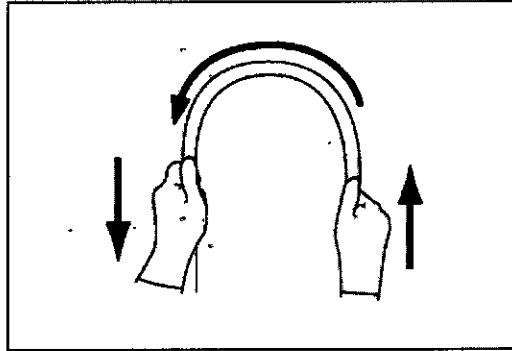

Figura 3.3
5. Doble el tubo de inserción del endoscopio con ambas manos hasta formar un semicírculo. Mueva las manos según se indica mediante las flechas y asegúrese de que pueda doblarse el tubo de inserción entero hasta formar un semicírculo fácilmente y que el tubo de inserción sea flexible (véase la figura 3.3). Al inspeccionar endoscopios con ajuste de la flexibilidad realice la prueba con el tubo de inserción tanto en su estado más flexible como en su estado más rígido (sólo para endoscopios con ajuste de la flexibilidad).